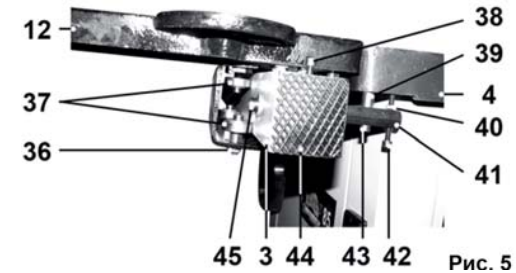

Рис. 5
8.2.1. Установите и закрепите направляющую (3) на рабочем столе (4) болтом (43) через втулку (39) и болтом (45) к держателю (41), как показано на Рис.5. Винтами (42) отрегулируйте параллельность направляющей (3) относительно рабочего стола (4), положение зафиксируйте гайками (40), Рис.4.
8.2.3. Проверьте правильность установки. Если при перемещении подвижного стола (12) прикладывается значительное усилие, подвижный стол (12) перемещается очень легко (имеет люфт). Необходимо отпустить гайки фиксации (36), установить подшипники (37) так, чтобы подвижный стол (12) свободно перемещался по направляющей (3), но при этом не было люфта, Рис.5.
8.2.4. Проверьте, чтобы подвижный стол (12) находился в одной плоскости с рабочим столом (4). При необходимости регулировочными винтами (42) отрегулируйте положение подвижного стола (12) относительно рабочего стола (4), положение зафиксируйте гайками (40), Рис.5.